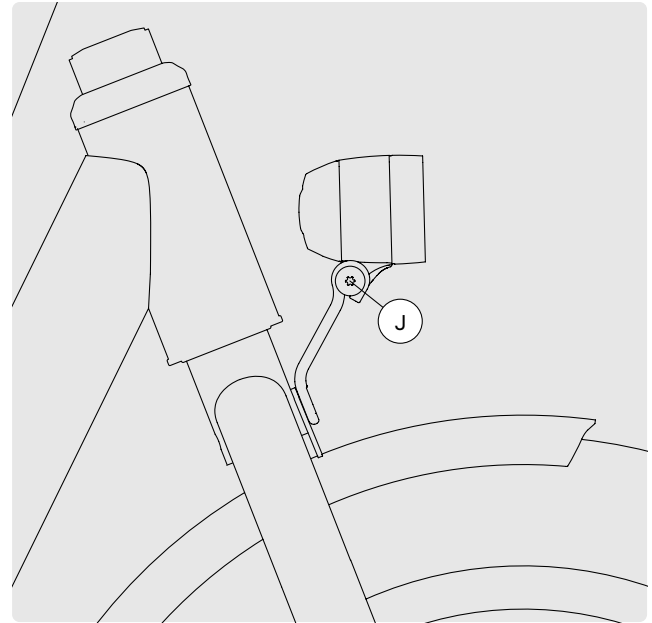

ABB. 50
- 1 Lösen Sie die Justierschraube J an der Frontleuchte (Abb. 50).